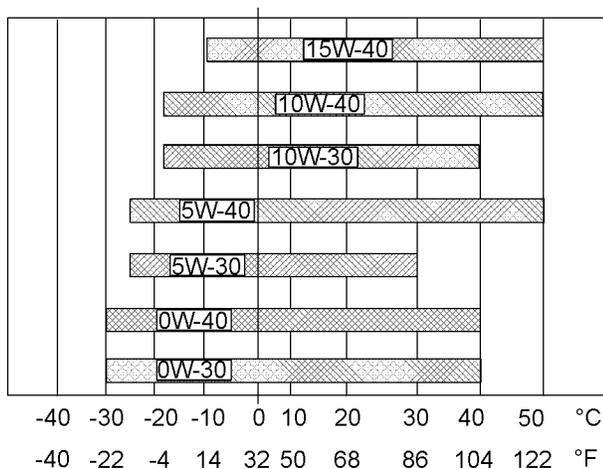

Ilustración 28
Consulte la Ilustración 28 (temperatura mínima) para determinar la viscosidad necesaria del aceite para arrancar un motor frío.
Consulte la Ilustración 28 (temperatura máxima) para seleccionar la viscosidad de aceite para la operación del motor a la temperatura ambiente más alta esperada.
- Consulte las “viscosidades de lubricante” correctas. Consulte la Ilustración 28 para encontrar el grado correcto de viscosidad de aceite para su motor.